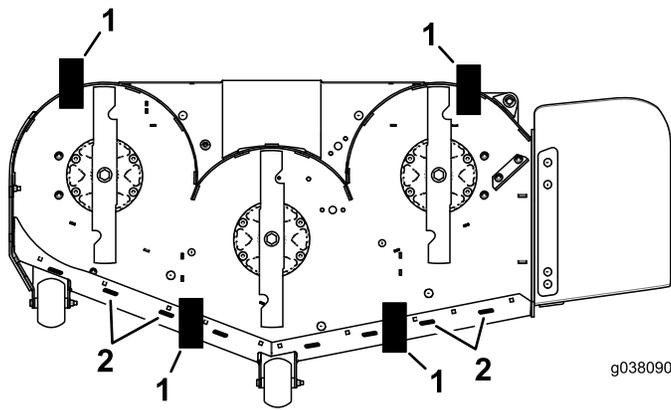

**Figura 98**
10. Afloje lentamente el tornillo de ajuste del muelle auxiliar de elevación hasta que pueda retirar el tornillo (Figura 98).